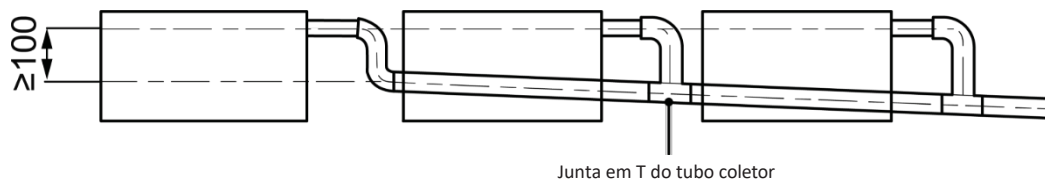

Fig. 4.11
- 4 Ao ligar vários tubos de escoamento, siga as instruções indicadas na Fig. 4.11.